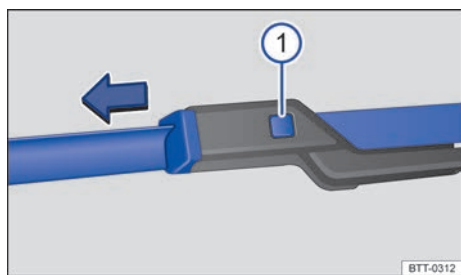

Fig. 275 En el parabrisas: cambiar las escobillas limpiacristales del parabrisas (berlina y Variant).
- Mantenga presionada la tecla de desbloqueo → fig. 275 ① y tire al mismo tiempo de la escobilla en el sentido que indica la flecha.